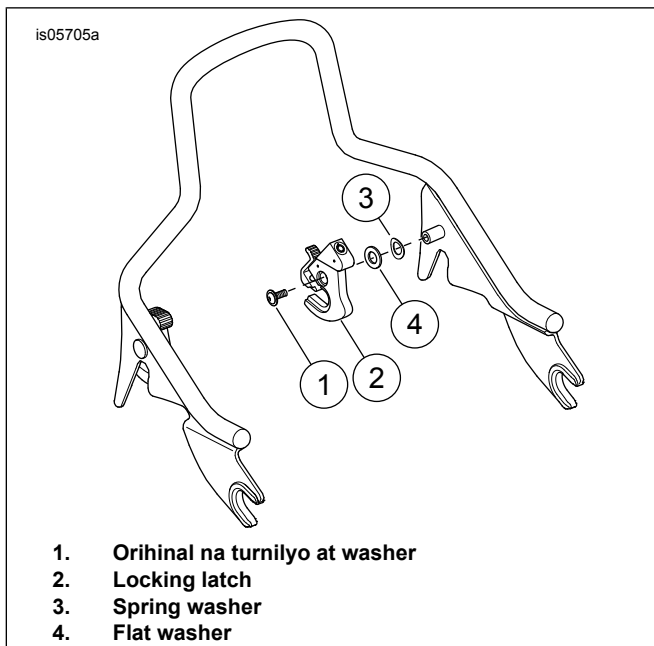

Figure 6. Pagkakabit ng Panloob na Kaliwa
- Tingnan ang Figure 6 . Ikabit ang spring washer (3) sa kaliwang mounting hub.
- Ikabit ang flat washer (4) mula sa kit sa mounting hub.
- Ikabit ang orihinal na turnilyo at washer (1).